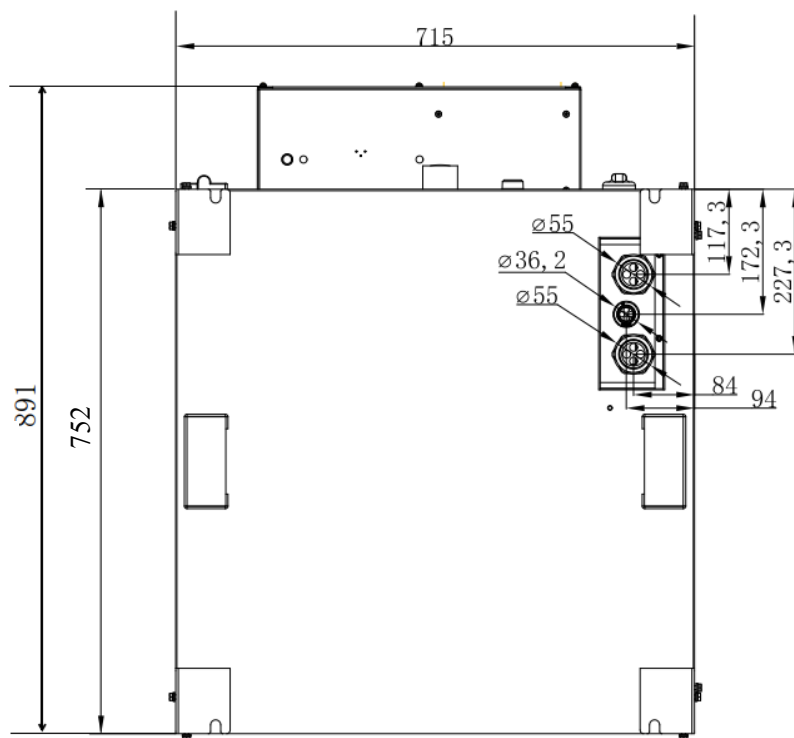
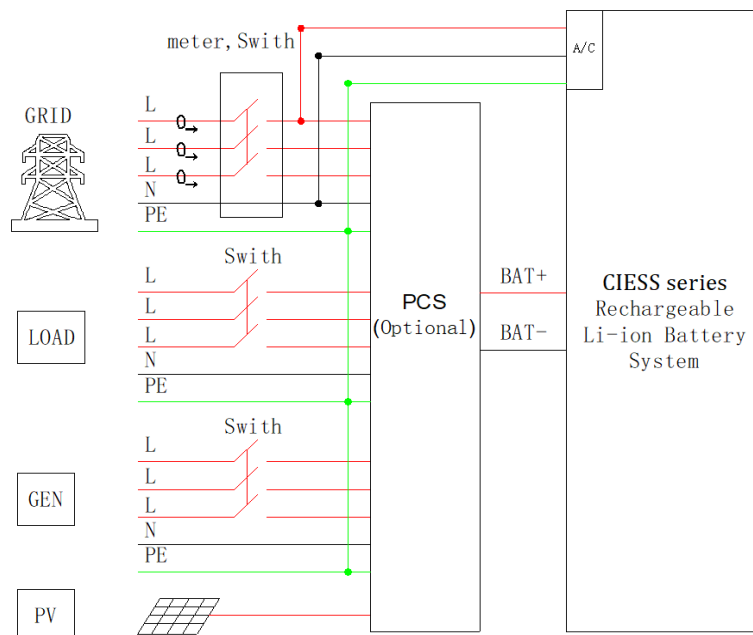
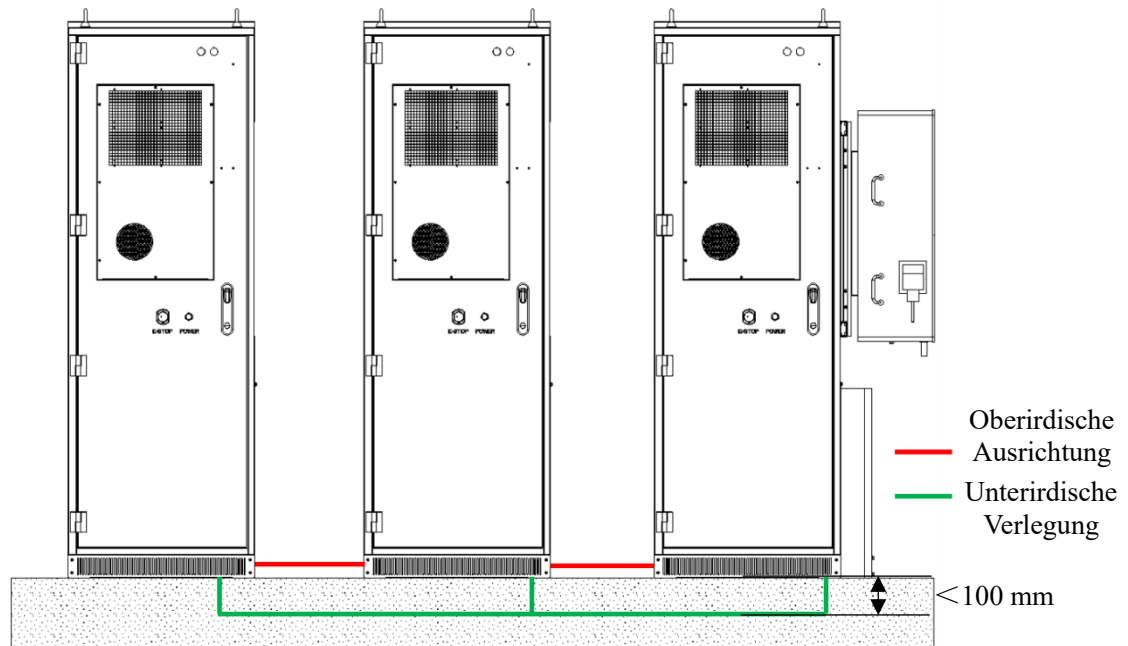

Abbildung 3.2.3 Positionierungsdiagramm der Durchgangsbohrungen am Schrankboden
Abbildung 3.3.2 Verdrahtungsschema des Batterieschranks
Abbildung 3.3.3 Parallele Ausrichtung mehrerer Schränke
(1) Der Verdrahtungsplan für den Batterieschrank ist oben dargestellt (Abbildung 3.3.2). Beim Anschließen von Elektrokabeln muss gemäß den örtlichen Vorschriften zuerst das Erdungskabel angeschlossen werden, und beim Entfernen des Systems sollte das Erdungskabel als letztes getrennt werden.
(2) Batterieschränke sind sowohl für die oberirdische als auch für die unterirdische Kabelverlegung erhältlich. Bei der oberirdischen Verlegung können die unteren Seitenwände je nach Bedarf angebracht oder entfernt werden.
(3) Bei der unterirdischen Verlegung (insbesondere bei Verwendung mehrerer Schränke und Maschinen) ist die Angabe in Abbildung 3.2.3 zum Betonfundament zu beachten, um die Ausrichtungsnut vorzusehen. Die Tiefe der Ausrichtungsnut sollte weniger als 100 mm betragen (Abbildung 3.3.3).